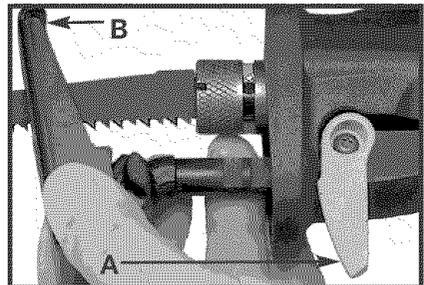
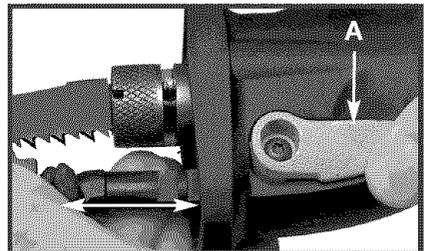

Fig. 11
Fig. 12
Para ajustar, girar (A) **Fig. 11** de palanca liberar el girando zapato (B) de guía. Ajuste a uno de las cuatro posiciones y cierre palanca (A) **Fig. 12**. Después que ajustar, se cerciora la palanca que cierra es encerrada completamente el (A) **Fig. 12** cerrado de la posición.